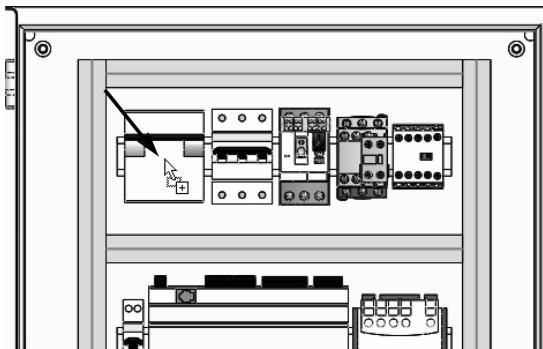

图 13-8 插入设备
**步骤8 插入设备 展开设备【=F1-Q1】，右击设备【006557】，选择【插入】。单击导轨上的设备位置，如图13-8所示。**